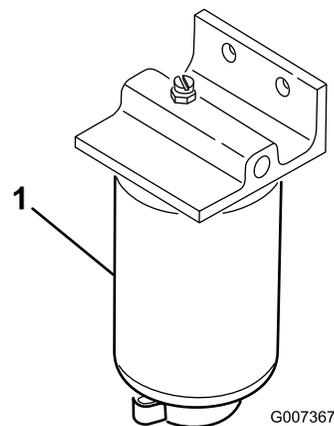

Figure 61
1. Placez un bac de vidange propre sous le filtre à carburant (Figure 61).